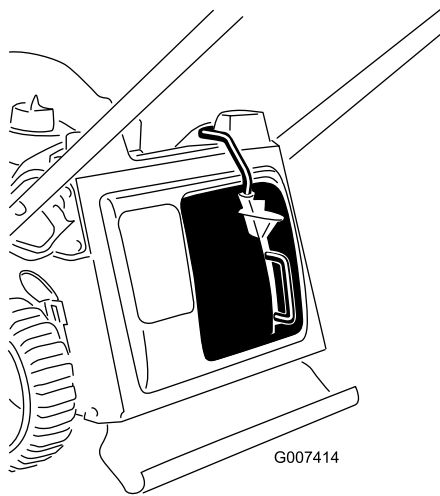

Bild 11
3. Lassen Sie die Taste am Hebel los und stellen Sie sicher, dass die Oberseite des Hebels ganz im Schalterkanal liegt (Bild 11). **Wenn die Hebeloberseite nicht im Schalterkanal liegt, springt die Maschine nicht an.**